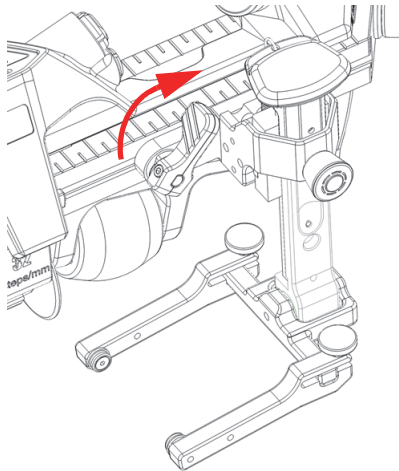

Figura 2-8 Soporte de sonda fijado en su lugar
4. Gire la palanca de posicionamiento en sentido horario para fijar el soporte de sonda en su lugar (ver Figura 2-8 en la página 45).